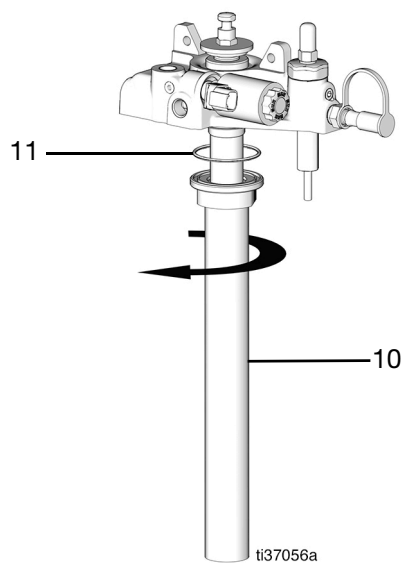

図 35
14. パイプレンチでチューブインチューブ (10) を取り除いてください。O リング (11) がチューブインチューブ (10) の上にあることを確認してください (図 35)。